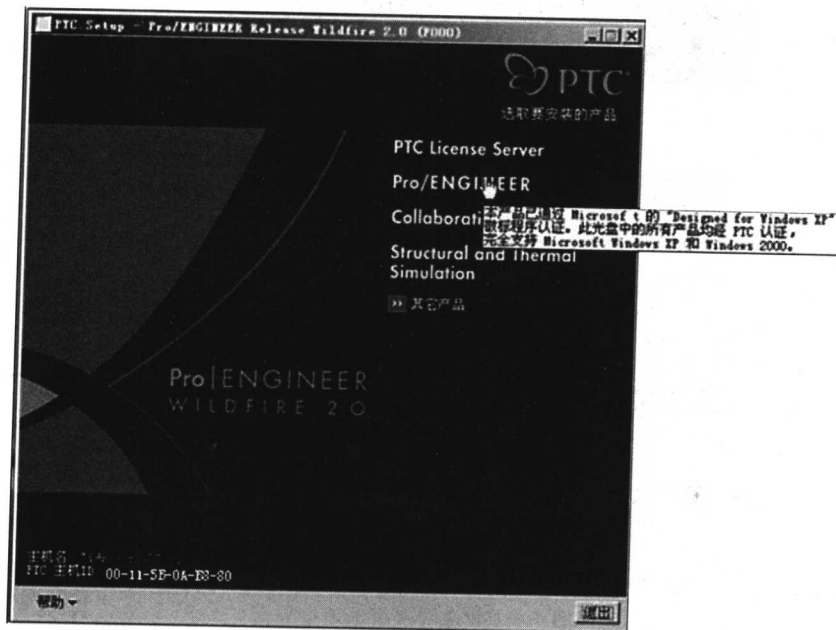

图 1-8 安装程序界面
① 单击 Pro/ENGINEER Wildfire 2.0 光盘 CD1 上的 SETUP.EXE 文件,打开 Pro/ENGINEER Wildfire 2.0 的安装界面,如图 1-8 所示。